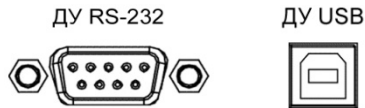

Рисунок 13 – Внешний вид последовательных портов USB и RS-232, расположенных на задней панели ИБП
- подключить интерфейсный кабель USB из комплекта поставки к соответствующему соединителю на задней панели ИБП (рисунок 13) и к последовательному порту управляющего ПК с установленным ПО «UPS Agent 1.2»;